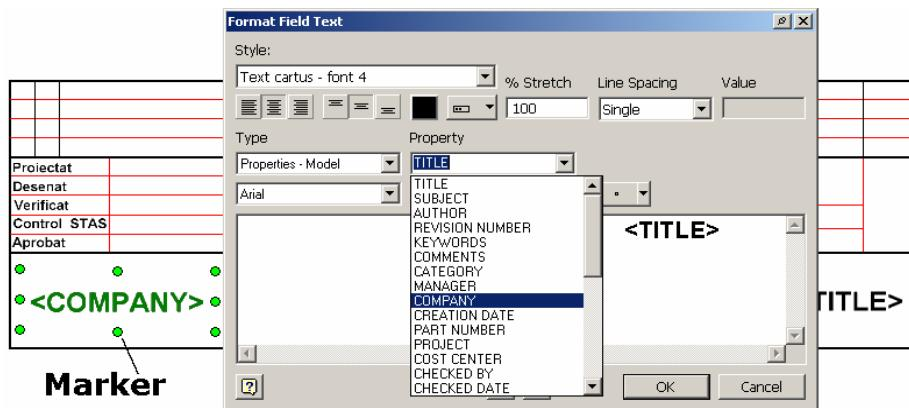

Figura 5.1.5.
- vom insera două câmpuri de proprietăți: titlul desenului și numele firmei, figura 5.1.5: